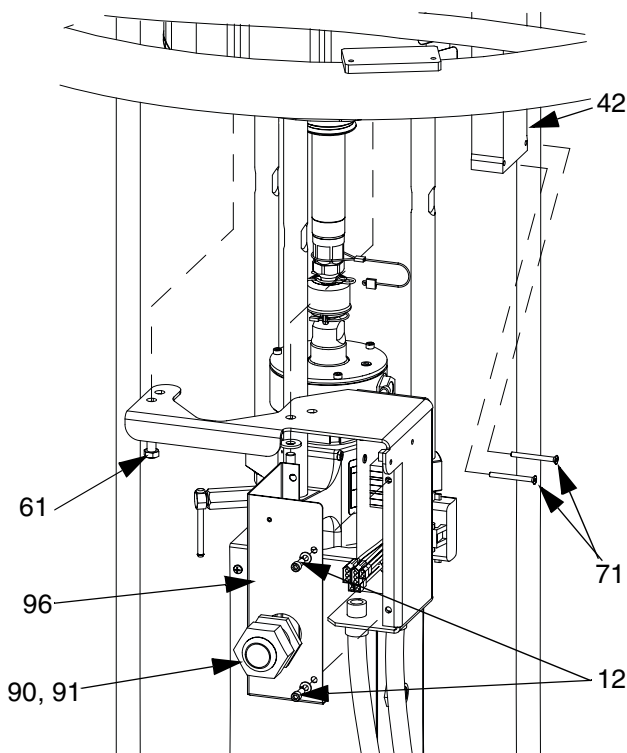

FIG. 35 : Dépose de la boîte de jonction des systèmes D200 et D200s
Dans le cas d'un cylindre de 200 litres (55 gallons) (systèmes d'alimentation D200 et D200s) : retirez la boîte de jonction de la tige de cylindre. Réinstallez la boîte de jonction sur le moteur pneumatique en utilisant les deux vis (61). Consultez la FIG. 35.